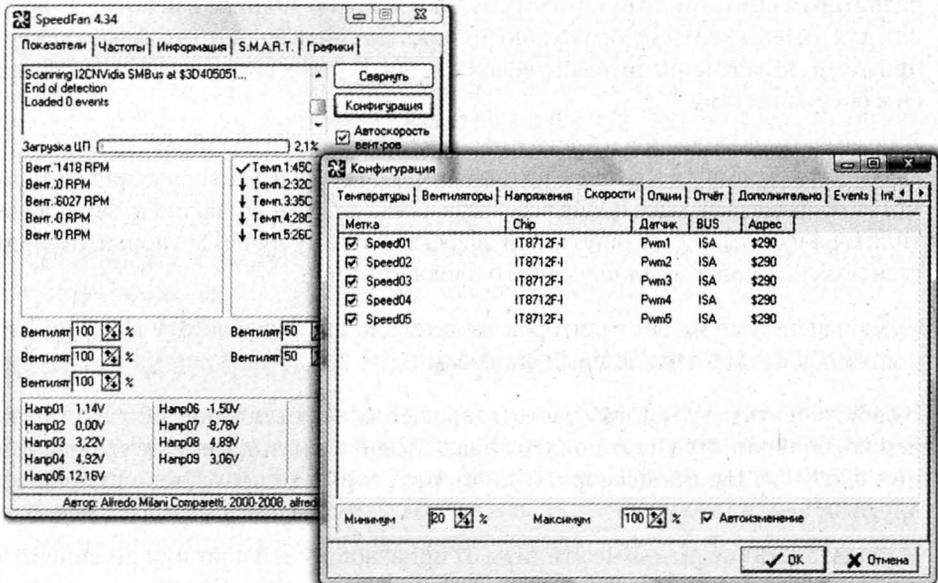

Рис. 13.13. Программа SpeedFan
3. Установите флажок **Автоизменение** и нажмите **OK**. Проверьте работу программы при различной нагрузке на компьютер (рис. 13.13).